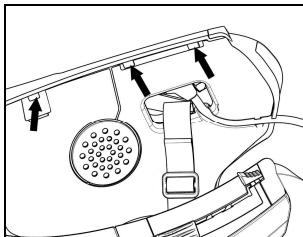

Abb. 10
- Positionieren Sie den Plastiküberzug des Wangenteils so, indem Sie ihn hinter den beiden Anschlaghaken anbringen (Abb. 10).